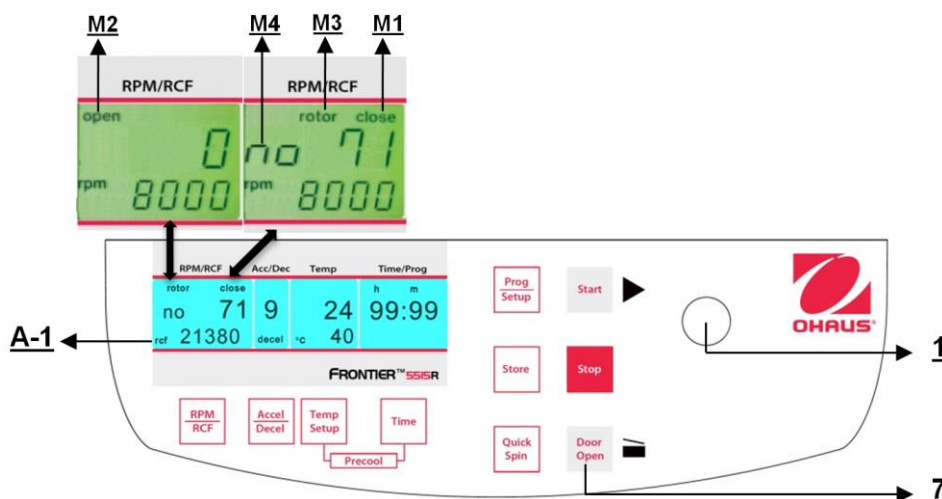

Figura 15
Después de la operación, cuando la tapa de la centrífuga está cerrada, aparece la palabra **"close"** (M1) en la pantalla **"RPM | RCF"** (A-1). Además, si hay un rotor en la centrífuga, aparece la palabra **"rotor"** (M3) así como el número de código del rotor respectivo, el cual está en el sistema de la centrífuga **"71"** (M4). Si no hay rotor en la centrífuga, destella la palabra **"rotor"** (M3) y aparece adicionalmente la palabra **"no"** (M4). Al presionar el botón **"Door Open"** (7), puede liberar la tapa de la centrífuga. Tan pronto la tapa electromagnética esté completamente liberada, aparece la palabra **"open"** (M2). Ahora puede abrir la tapa de la centrífuga. Consulte la Figura 15 a continuación para referencia.
La tapa debe bajarse solo un poco. Un seguro de la tapa electromagnética cierra la tapa, al mismo tiempo que desaparece la palabra **"open"** (M2) (vea la Figura 15).